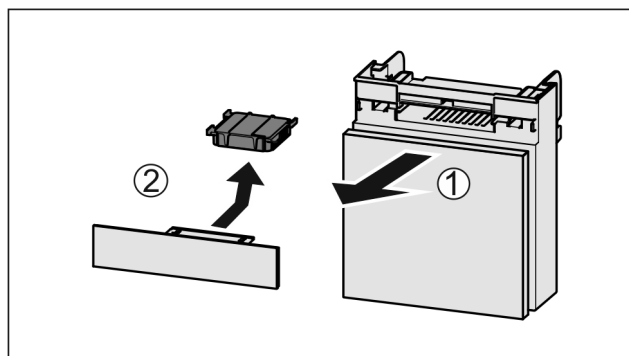

Fig. 45
- ▶ Zásuvku vytáhněte dopředu Fig. 45 (1).
- ▶ Filtr s aktivním uhlím vyjměte Fig. 45 (2).